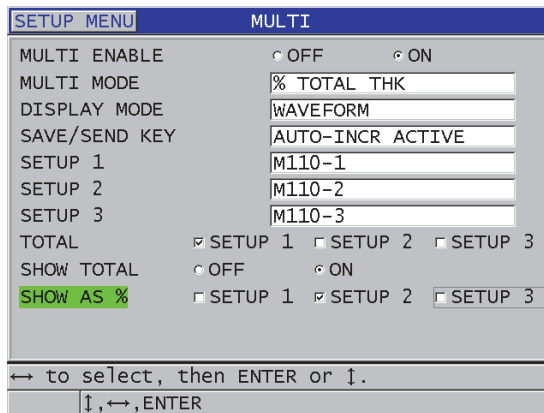

Figura 7-10 Configuración de los parámetros de medición múltiple en el modo de porcentaje total de espesor
2. En la pantalla **MULTI** (ver Figura 7-10 en la página 127):